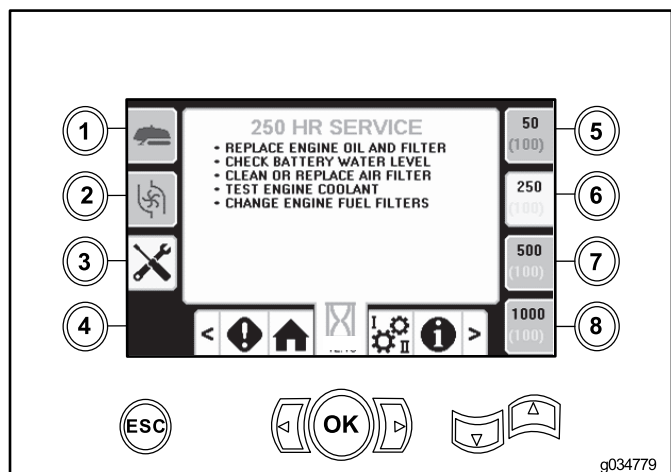

Рисунок 44
- Кнопка 6 — регламент технического обслуживания после наработки 250 часов (Рисунок 44)